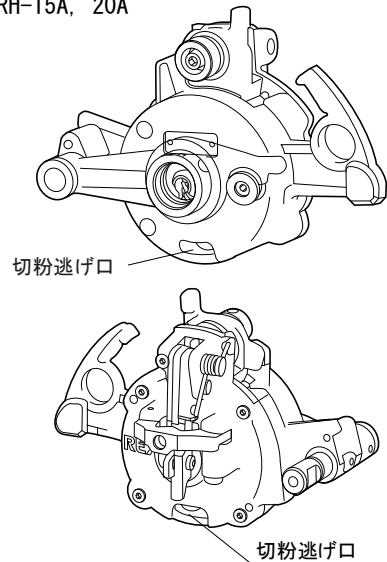

図 38
18. 切粉づまりの点検 (図38～40)
転造ねじ加工前に表側、および裏側の逃げ口から内部を見て、切粉があれば先の細い棒などでかき出してください。(図38～40)